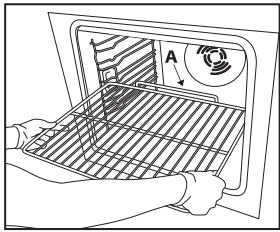

Abb. 1
1. Schieben Sie den Rost mit dem erhöhten Teil „A“ nach oben weisend waagrecht ein (Abb. 1).